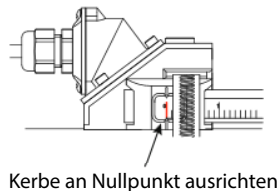

Abbildung 11: An Nullpunkt ausrichten
8. Platzieren Sie den ersten Sensor am Nullpunkt der Skala. Schieben Sie die Klemme über den Sensor. Stellen Sie die Klemme und den Sensor so ein, dass die Kerbe in der Klemme mit dem Nullpunkt auf der Skala übereinstimmt. *Siehe Abbildung 11:.*